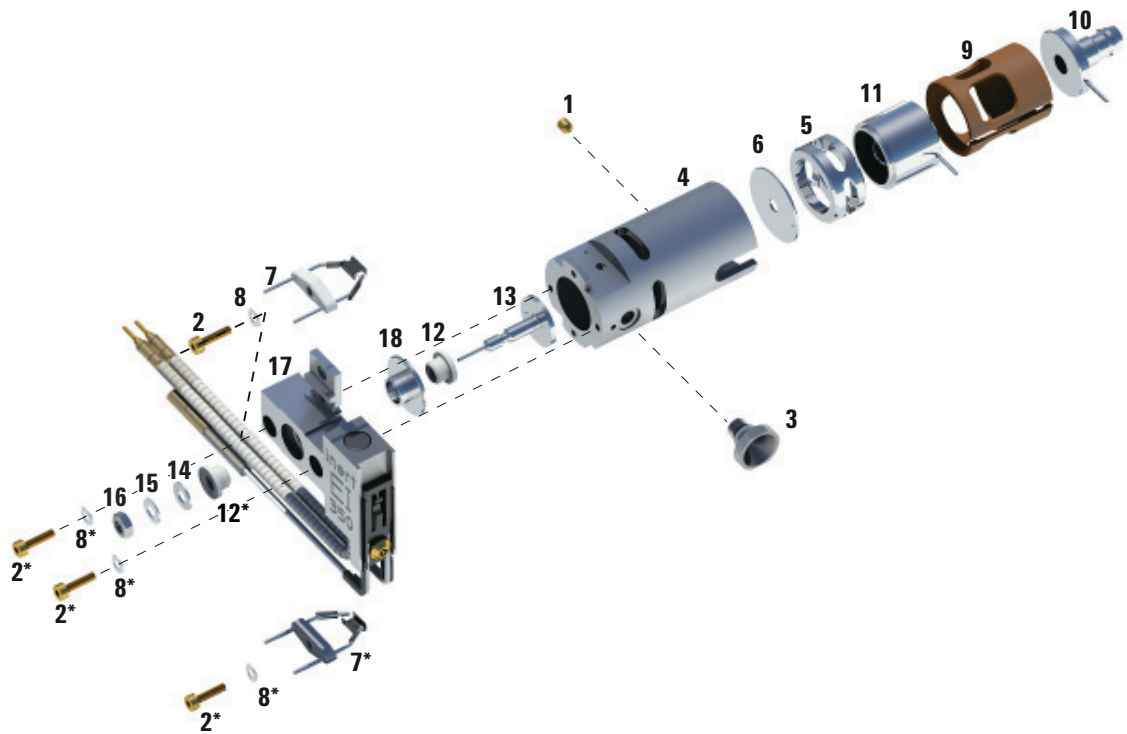

Abb. 15 Zerlegen der Standard- oder inerten EI-Ionenquelle
- 2 Entfernen Sie die beiden goldbeschichteten Schrauben von den Glühdrähten sowie die Glühdrähte von der Quelle. Siehe Abbildung 15 auf Seite 142.
Tabelle 24 Liste der Teile der Standard- oder inerten EI-Ionenquelle (Abb. 15)
Tabelle 24 Liste der Teile der Standard- oder inerten EI-Ionenquelle (Abb. 15) (Fortsetzung)